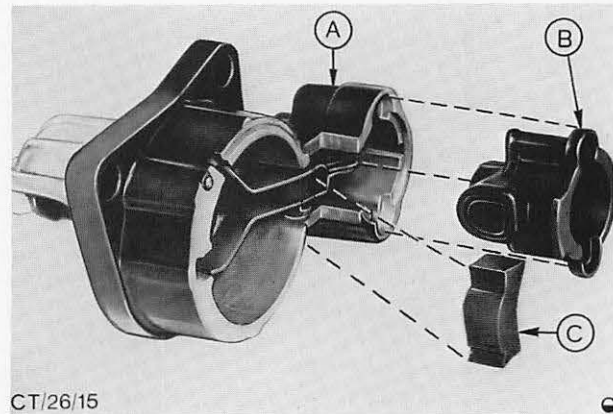

Abb. 35 Lage von Manschette und Gummi-Einsatz
6. Gummi-Einsatz und Manschette aus dem Antriebslagerschild entfernen, Abb. 35.